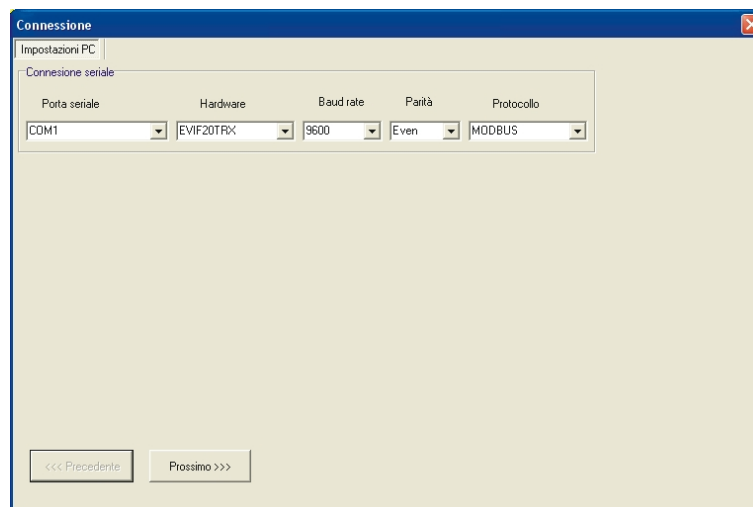

Fig. 9 - Finestra di dialogo Connessione.
11. Scegliere **Prossimo >>>** (si veda Fig. 9).